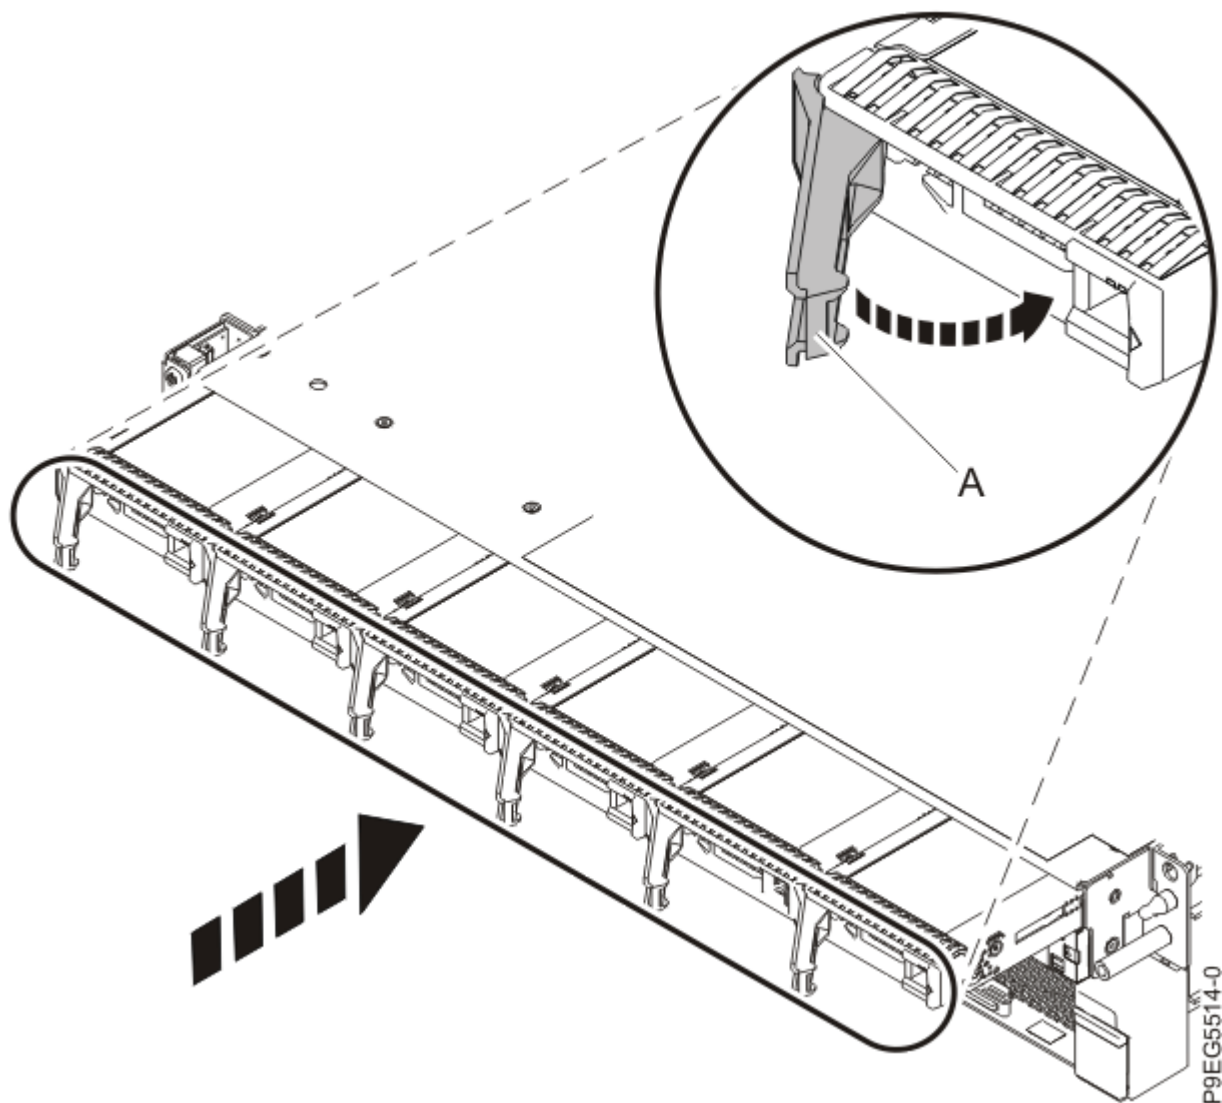

Figura 20. Substituindo as unidades frontais
6. Assente todas as unidades frontais em seus slots conforme mostrado na Figura 20 na página 22. Empurre a alavanca da unidade **(B)** até que a unidade esteja assentada e a alavanca se encaixe fechada **(A)**.